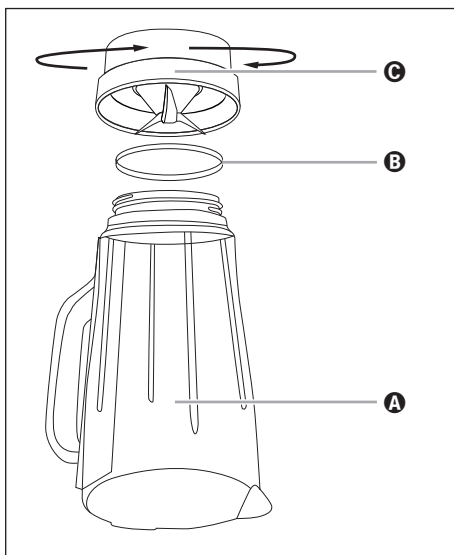

Fig. 4
- 2) Așezați aparatul cu capul în jos și rotiți componenta de plastic ❺ a recipientului de amestecare ❸ în sens antiorar, astfel încât să se poată desprinde de componenta de sticlă ❶ a recipientului de amestecare ❸ (a se vedea fig. 4).
- 4) La nevoie, puteți scoate inelul de etanșare ❷, cu atenție, din componenta de plastic ❺. Curățați-l în apă cu detergent și clătiți-l la final cu apă curată.
- 6) Dacă este necesar, introduceți din nou inelul de etanșare ❷ în mod corect în componenta de plastic ❺. Apoi așezați din nou componenta de plastic ❺ a recipientului de amestecare ❸ pe componenta de plastic ❶ a recipientului de amestecare ❸ și rotiți bine componenta de plastic ❺ în sens orar.